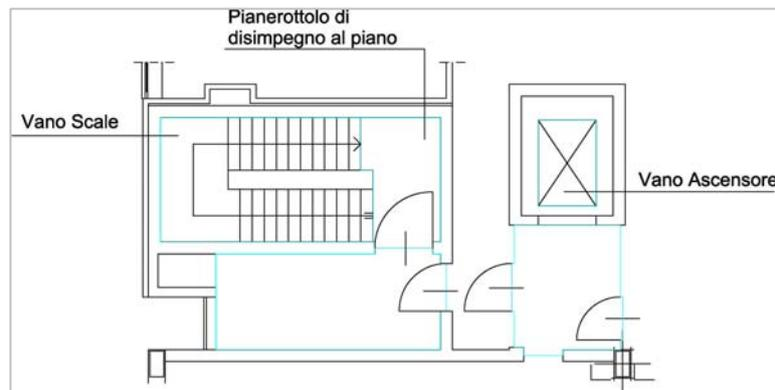

Fig. 1
- Nel caso dei vani di Collegamento Verticale sarà necessario separare lo sviluppo delle rampe delle scale (vano scala), dall'area dal pianerottolo di disimpegno al piano, **Fig. 1**.
- Il vano ascensore, montacarichi, monta libri, è individuato graficamente come il perimetro interno della cabina di sollevamento, e dovrà essere considerato separatamente tracciando una polilinea chiusa, attivando il layer VANO_ASCENSORE. E' necessario tracciare anche la superficie netta della cabina di sollevamento, attivando il layer SUPNETTAVANO. **Fig. 1**.